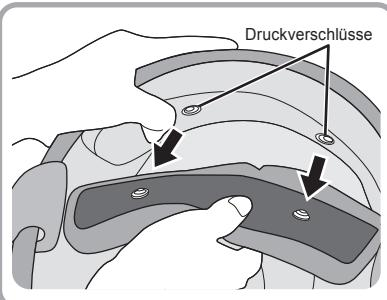

Abb. 2
2. Öffnen Sie die beiden Druckverschlüsse hinten im Helm, um das innere Polster vollständig zu entfernen. (Abb.2)